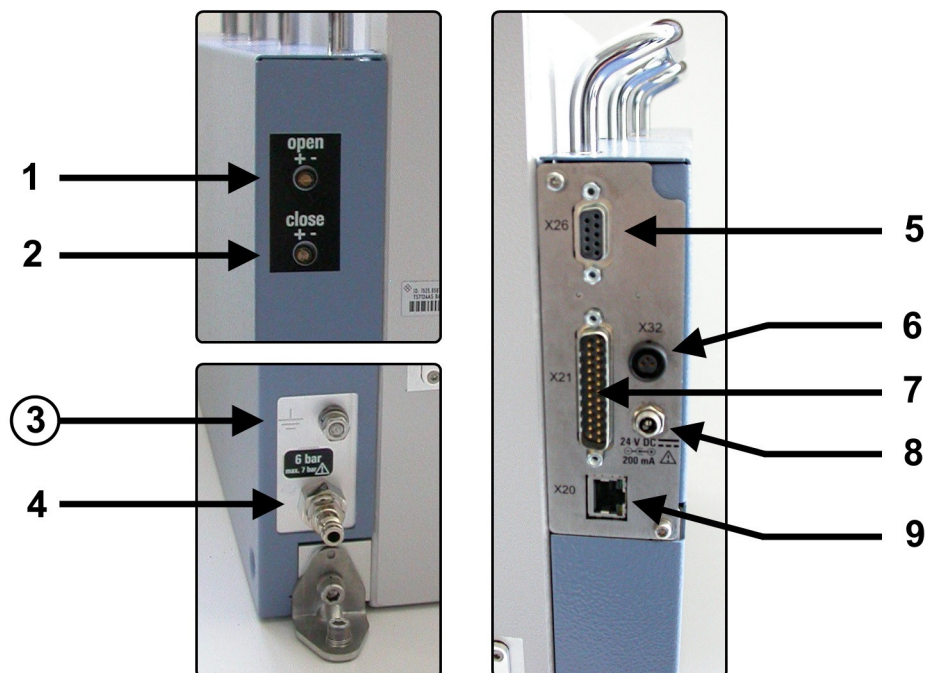

Figure 6-9 : Vues détaillées des rangées de gauche et droite des connecteurs d'alimentation et de commande et des vis de commande à l'arrière du R&S TS7124AS
Le coupleur rapide KS3-1/8-A (marqué 4 à la Figure 6-9) est fourni avec un adaptateur push-pull supplémentaire pour un tube flexible de 6 mm de diamètre.
2. Pour une commande à distance via un **port série**, connectez un câble RS-232 de votre système de commande au connecteur D-Sub 9 (voir [X26] à la Figure 6-9). Pour les paramètres du port, voir "Protocole de contrôle" à la page 52. Utilisez un câble RS-232 « direct », voir "Utilisez un câble direct pour la connexion RS-232 à l'ordinateur de commande" à la page 39. Pour des raisons de CEM, limitez la longueur du câble RS-232 à un maximum de 30 m.
3. Pour une commande à distance via **Ethernet**, connectez un câble LAN de votre système de commande au connecteur RJ45 (voir [X20] à la Figure 6-9). Vous pouvez utiliser un câble LAN de n'importe quelle longueur. Pour la configuration Ethernet, voir "Pour configurer le réseau LAN" à la page 40.